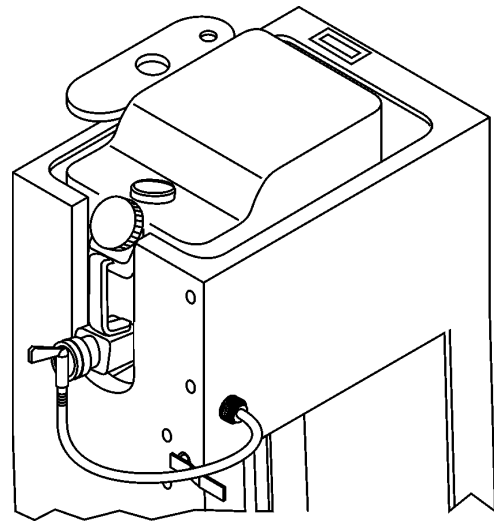

Figura 18. Collegamento tubi flessibili del serbatoio d'acqua incorporato
La sega SP2 è dotata di un serbatoio d'acqua incorporato rimovibile da 19 litri (5 galloni), posizionato sulla parte superiore della console, che può essere collegato al raccordo del tubo in ottone sul retro della console degli operatori (figura 18).
4. Assicurarsi che il serbatoio d'acqua sia riempito fino alla capacità massima (19 litri/5 galloni). Collegare il tubo flessibile del serbatoio d'acqua al raccordo in ottone del sistema idrico sul retro della console (figura 18) e testare il flusso d'acqua adeguato alla lama diamantata prima del funzionamento. Quando si è pronti per iniziare a tagliare, far uscire l'acqua.